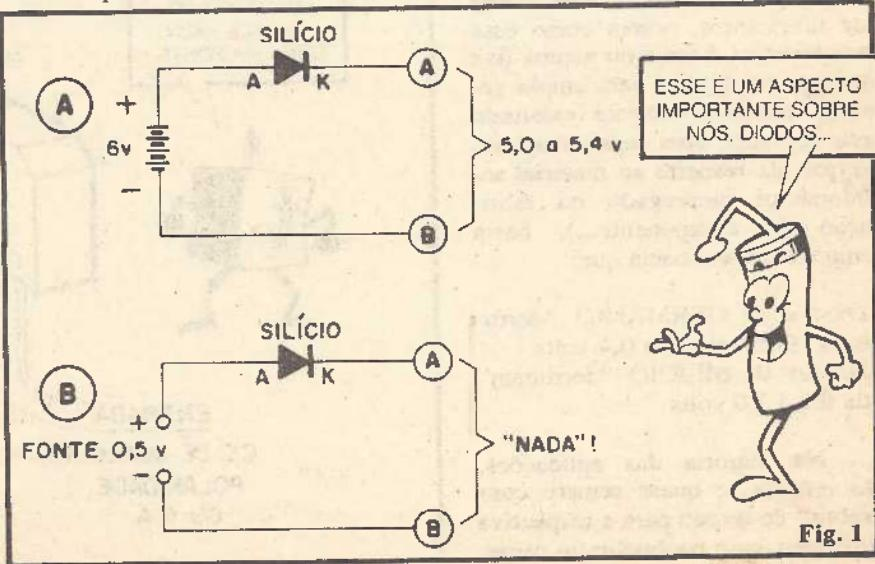

Fig. 1
- FIG. 1 - Um diodo de silício, no percurso de uma corrente, determinará automaticamente uma "queda" de tensão entre 0,6 e 1,0 volts, devido ao seu parâmetro inerente VF. Assim, no caso ilustrado em 1-A, um conjunto de 4 pilhas, perfazendo 6 volts totais, tem seus terminais aplicados a uma utilização qualquer, via diodo de silício, fazendo com que a tensão real disponível nos pontos A-B fique entre 5,0 e 5,4 volts (e NÃO os 6 volts que eram de se esperar, uma vez que o dito está polarizado no sentido **direto**...). O caso mostrado em 1-B é ainda mais "sugestivo": uma fonte de tensão capaz de fornecer 0,5 volts, aplicada a uma utilização qualquer, através de um diodo de silício, simplesmente não consegue "vencer" a queda de tensão natural do diodo (entre 0,6 e 1,0 volts) e assim "nada passa" aos pontos A-B (o diodo, no caso, mesmo polarizado em sentido direto, funciona como um isolador absoluto, igualzinho ele estivesse polarizado inversamente...!).
terística pode até ser "esquecido". Já em alguns casos mais específicos (exemplo da fig. 1-B...) a "coisa" torna-se importante, e deve ser considerada...